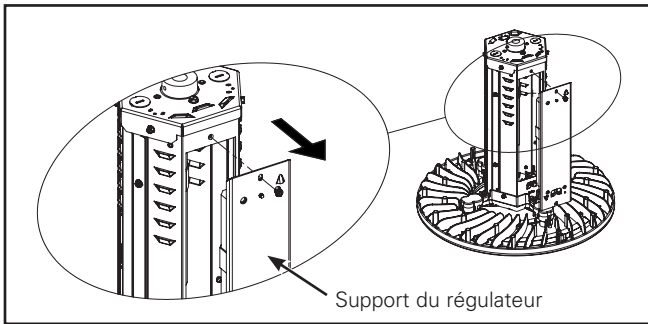

Figure 10.
1. Ouvrez le support du régulateur de chaque côté du luminaire (Figure 10).